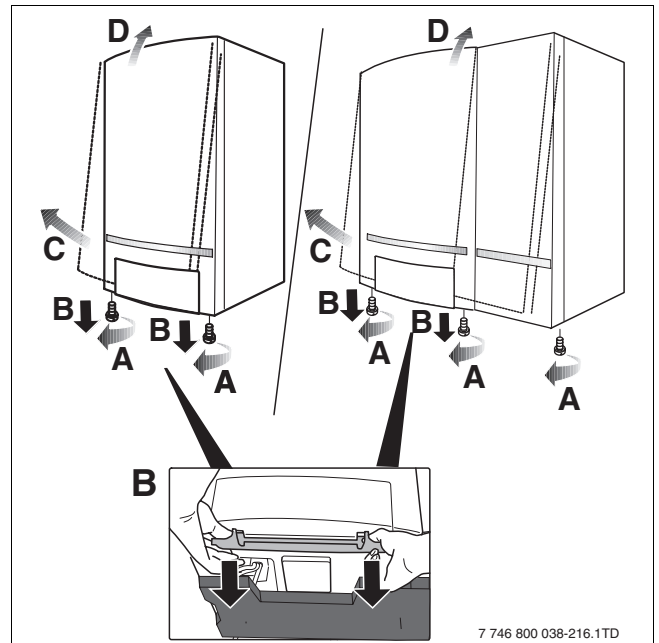
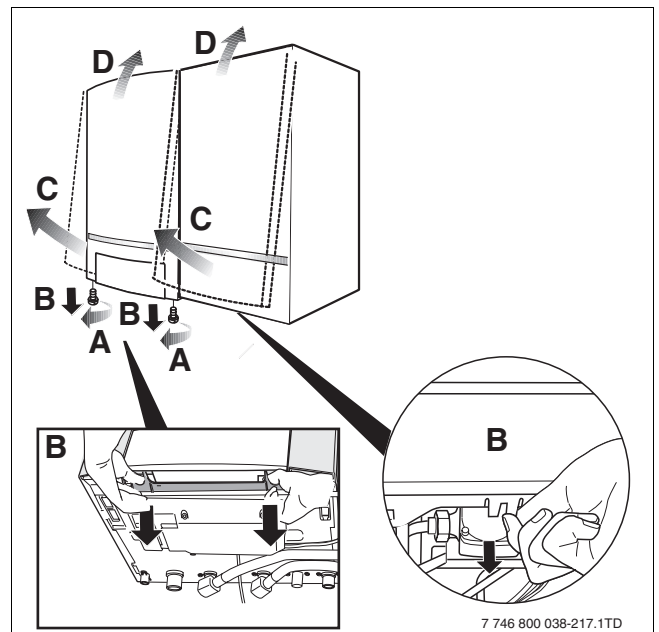

Fig. 39 Demonteren mantel Nefit TopLine en Nefit TopLine AquaPower
Fig. 40 Demonteren mantel Nefit TopLine AquaPower Plus
Cv-toestel (→ fig. 39 en fig. 40)
- Draai de borgschroeven los (fig. 39. en 40, stap A).
- Trek de twee kliksluitingen aan de onderzijde van het bedieningspaneel naar onderen (fig. 39. en 40, stap B).
- Draai de onderzijde van de mantel naar voren (fig. 39. en 40, stap C).
- Til de mantel iets op, waarna de mantel verwijderd kan worden (fig. 39. en 40, stap D).